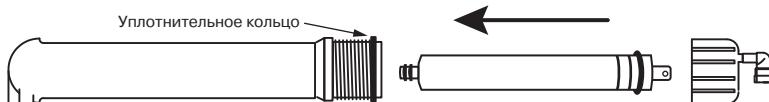

Рис. 14
1. Установите префильтры(ы). Первый префильтр (маркировка на колбе PREFILTER) уже установлен во всех моделях. В вторую колбу (маркировка CARBON) установите угольный картридж. В третью ступень (SEDIMENT) установите механический префильтр. Картриджи, соответствующие ступеням очистки для каждой модели фильтров, перечислены в таблице на стр. 17 . Для установки картриджа необходимо раскрутить колбу при помощи ключа (10). Аккуратно снимите защитную пленку с картриджа и установите его в колбу. Обратите внимание на маркировку «THIS END NEXT TO VESSEL THREADS» на верхней крышке картриджа или на указания на этикетке. Закрутите колбу вручную, без применения ключа, не прикладывая чрезмерных усилий.
2. Установите мембранны. Для этого отсоедините трубку (H) от быстроразъемного коннектора крышки мембранны. Открутите крышку колбы мембранны (маркировка MEMBRANE). Смажьте силиконовой смазкой резиновые уплотнения мембранны. Установите мембранны в корпус согласно **рис. 14**. Смажьте силиконовой смазкой уплотнение крышки колбы мембранны и аккуратно установите его на колбу. Закрутите крышку колбы мембранны и пристыкуйте трубку (H). Следите, чтобы уплотнительное кольцо крышки колбы было установлено на колбе без перекосов.